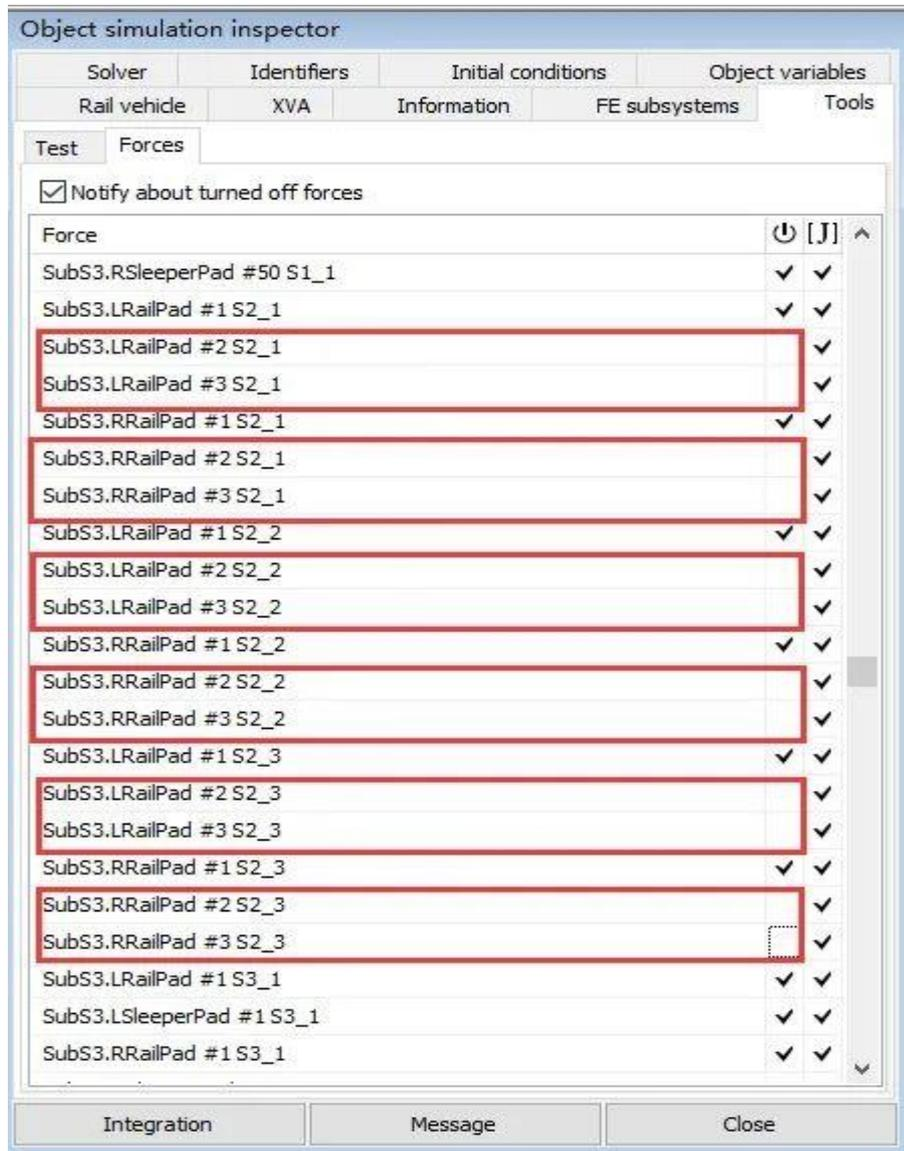

图 062-13
6、最后一步，很关键！请在仿真控制界面的 **Tools/Forces** 页面，将每根轨枕上的第 2 个和第 3 个扣件力关闭（取消√），如图 062-13 所示。这样，最终的轨枕间距都是 0.6m。